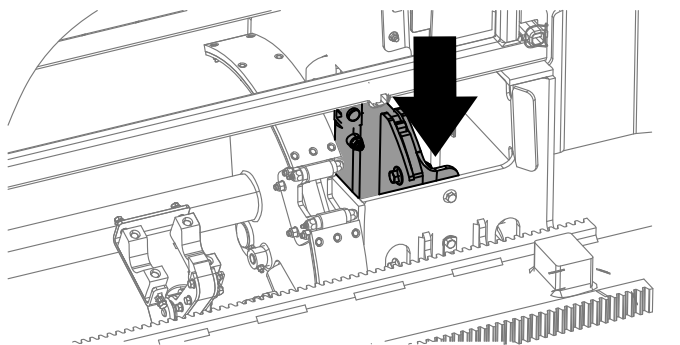

Figure 28
3. Maintenez le haut de l'interrupteur à bascule enfoncé (Figure 27) jusqu'à ce que la came tourne vers la rangée sélectionnée et que l'élévateur abaisse la tige dans l'ouverture (Figure 28).